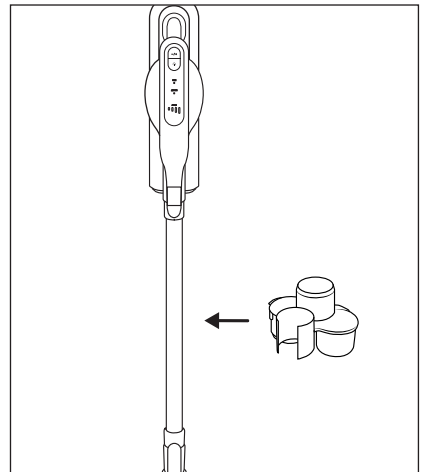

Abb. 16
- ♦ Befestigen Sie die Zubehöralterung **17** am Saugrohr **24** (siehe Abbildung 16).